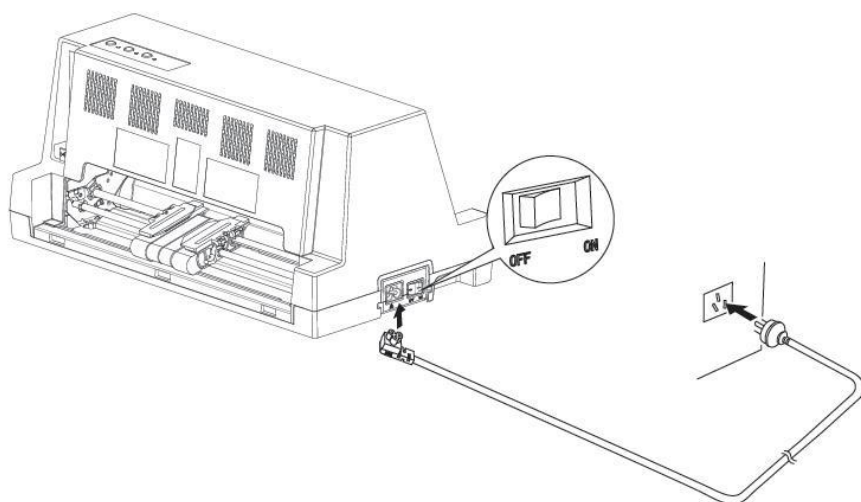

图 10
- 1) 如图 10 所示，将电源线的一端插进打印机的电源插口，将电源线的另一端插进带地线的电源插座。